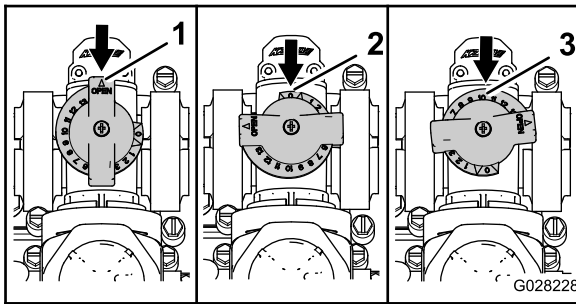

Bild 30
- Das Rührwerksicherheitsventil ist ganz geöffnet, wie in A in Bild 30 abgebildet.
- Das Rührwerksicherheitsventil ist geschlossen, wie in B in Bild 30 abgebildet.
- Das Rührwerksicherheitsventil ist in einer mittleren Stellung (relativ zum Druckmanometer für das Sprühsystem eingestellt), wie in C in Bild 30 abgebildet.